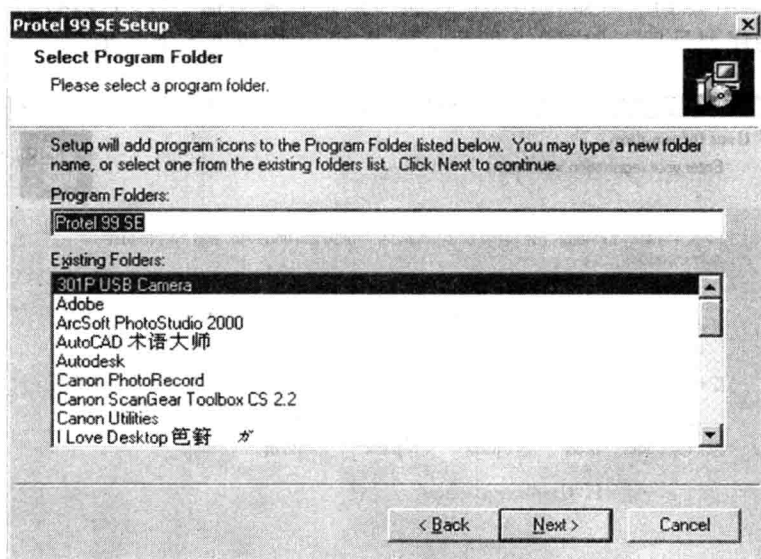

图 1-4 设置程序组
(5) 设置好程序组，单击 Next 按钮，如图 1-4 所示，系统开始复制文件。